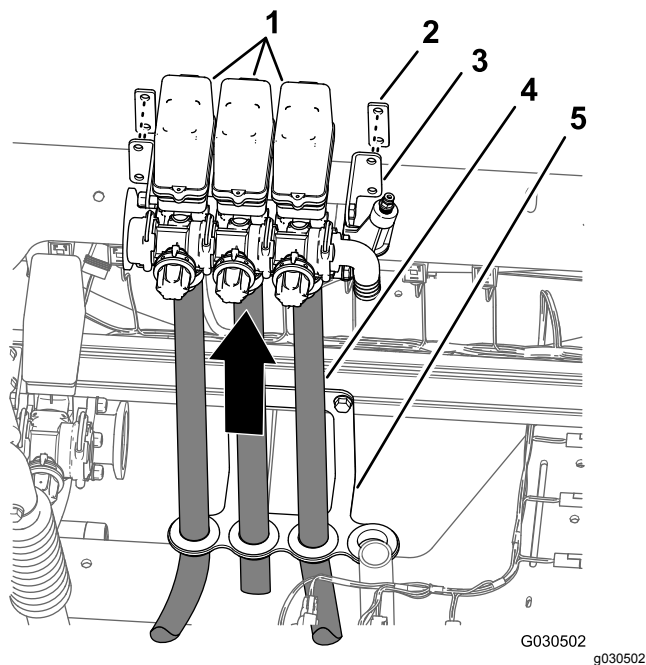

Figura 65
8. Con la manguera de 3 brazos conectada a las 3 válvulas de sección de brazos, eleve con cuidado las válvulas del conducto de mangueras y retire las válvulas y las mangueras de la máquina (Figura 65).